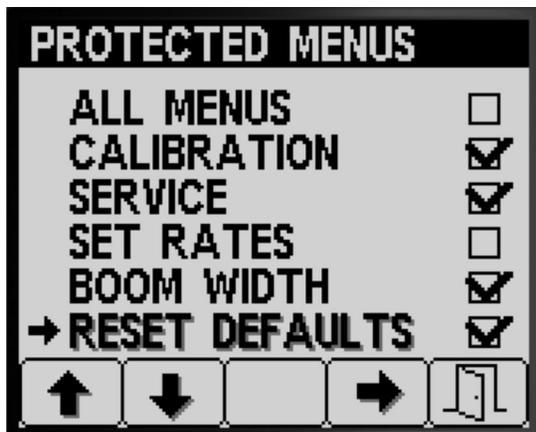

Bild 22
3. Drücken Sie Taste 1 oder 2, um auf die Menüoption zu navigieren, für die Sie den Schutz mit PIN-Code ändern möchten (Bild 22).